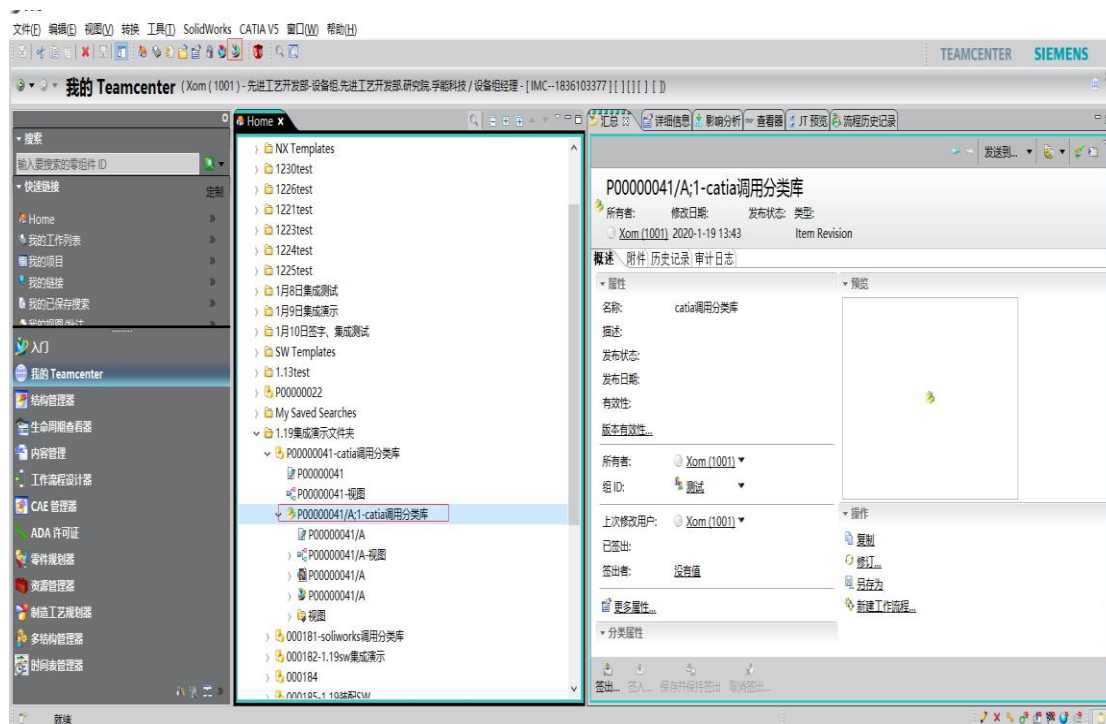

图 1
1. 如图 1，我们可以在 TC 中选择要加载的轻量化模型，然后点击标识的图标。